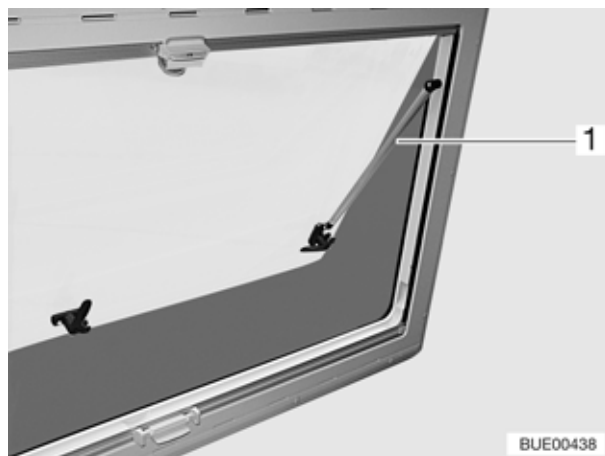

Fig. 40 Finestra apribile, aperta (variante 1)
- Aprire la finestra apribile fino al punto di arresto desiderato. La guida telescopica (Fig. 40,1) si innesta automaticamente in posizione.